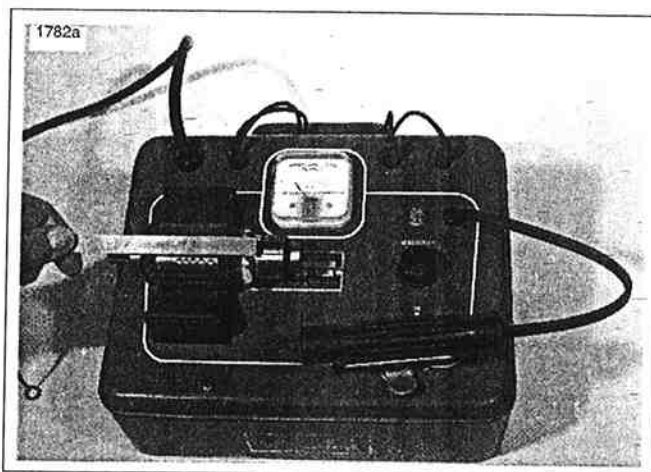

Figura 5-9. Prueba de armadura en cortocircuito usando el probador de inducido
9. Vea la Figura 5-9. Compruebe si la ARMADURA TIENE CORTOCIRCUITO con un probador de inducido.